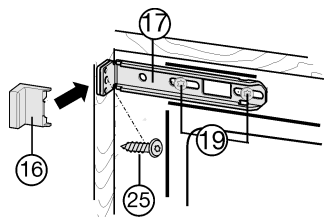

Fig. 17
- ▶ Desserrer un peu les vis Fig. 17 (19).
- ▶ Visser l'étrier Fig. 17 (17) supérieur à l'aide d'une vis à panneaux de particules Fig. 17 (25) $\varnothing 4 \times 19$ sur la paroi du meuble.
- ▶ Casser l'extrémité du cache Fig. 17 (16) qui dépasse.
- ▶ Bien serrer les vis Fig. 17 (19).
- ▶ Remettre le cache Fig. 17 (16).